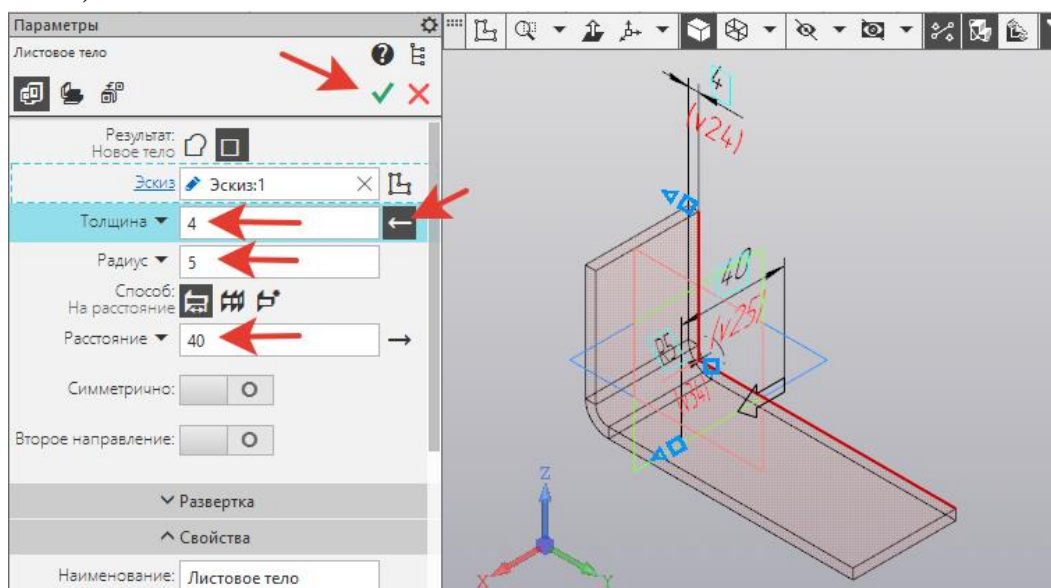

Рисунок 40.
4. В панели **Параметры** задать: **Толщина** – 4, **Радиус** – 5, **Расстояние** – 40, стрелку - **Сменить направление**. Создать объект  (рисунок 40).